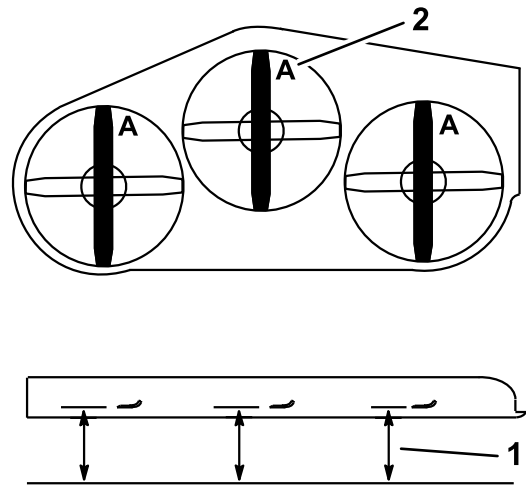

図 77
3. ブレードが前後方向を指すように回転させる。Aの位置で（図 77）、平らな床面からブレードの刃先までの高さを測る。測定値を記録する。